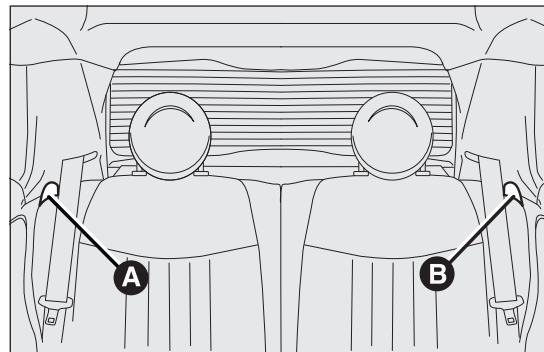

РИС. 75
- воздействовать на рычажок А РИС. 75 или В, чтобы разблокировать соответственно левую или правую половинку спинки и сложить ее на подушку сиденья.
- воздействовать на рычажок А РИС. 75 и В для разблокировки спинок и складывания их на подушку сиденья.